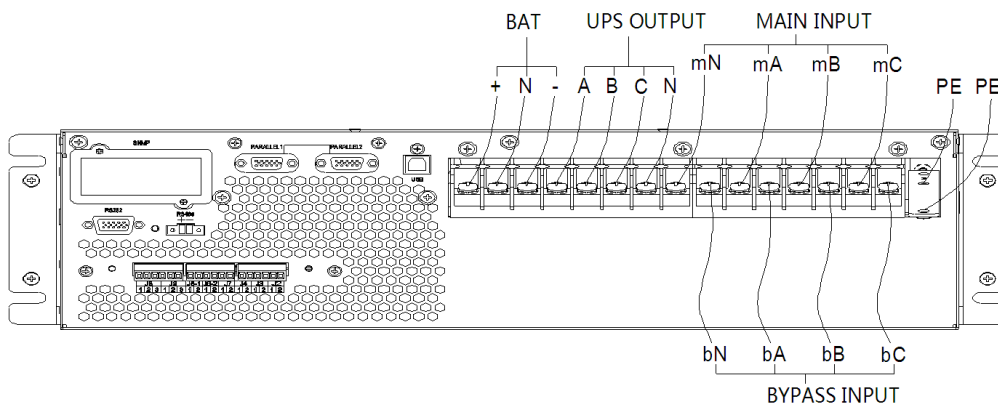

Рис. 3-13. 3-фазный вход и 3-фазный выход, двойной вход
4. Подключите кабель РЕ к клемме РЕ, как показано на Рис. 3-13